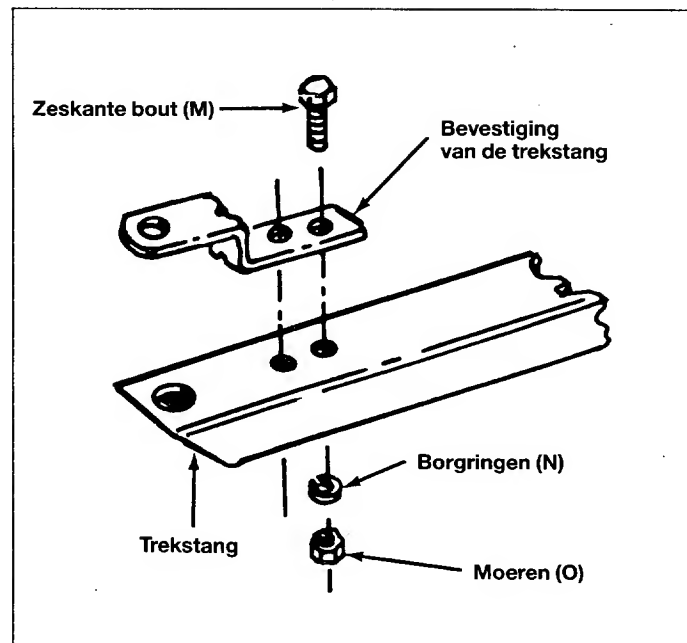

Fig. 14
19. Monteer de bevestiging van de trekstang op de trekstang. Gebruik zeskante bout 10x25 mm (M), borgringen (N) en moeren (O). Zie fig. 14.